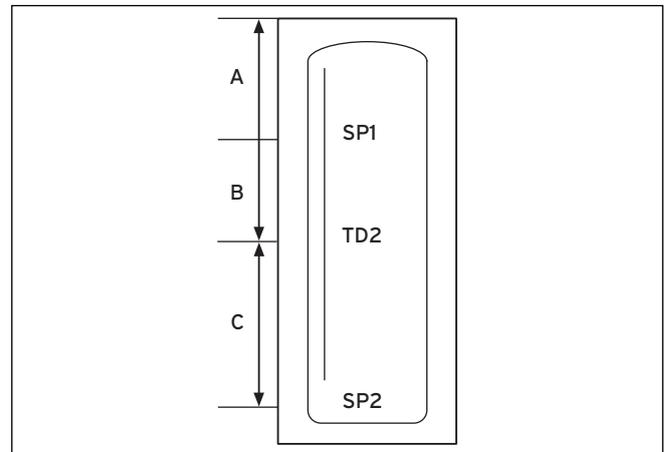

Abb. 5.48 Anordnung Sensoren SP1, TD2 und SP2 im Pufferspeicher
- Bauen Sie den Buskopplers direkt in das Heizgerät entsprechend der Abb. 5.48 und der dem Buskoppler beiliegenden Anleitung ein.